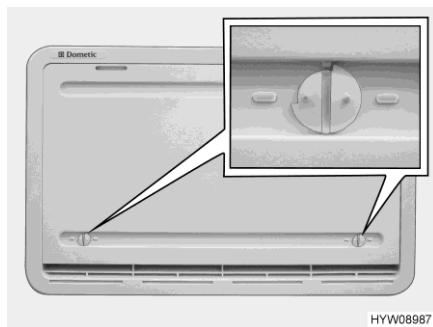

Bild 147 Vinterskydd
När kylskåpet ska vara i drift vid låga utetemperaturer, rekommenderar tillverkaren användning av ett vinterskydd (Bild 147) för kylskåpets ventilationsgaller.
- Öppna båda lås (Bild 147) (noten står horisontellt).